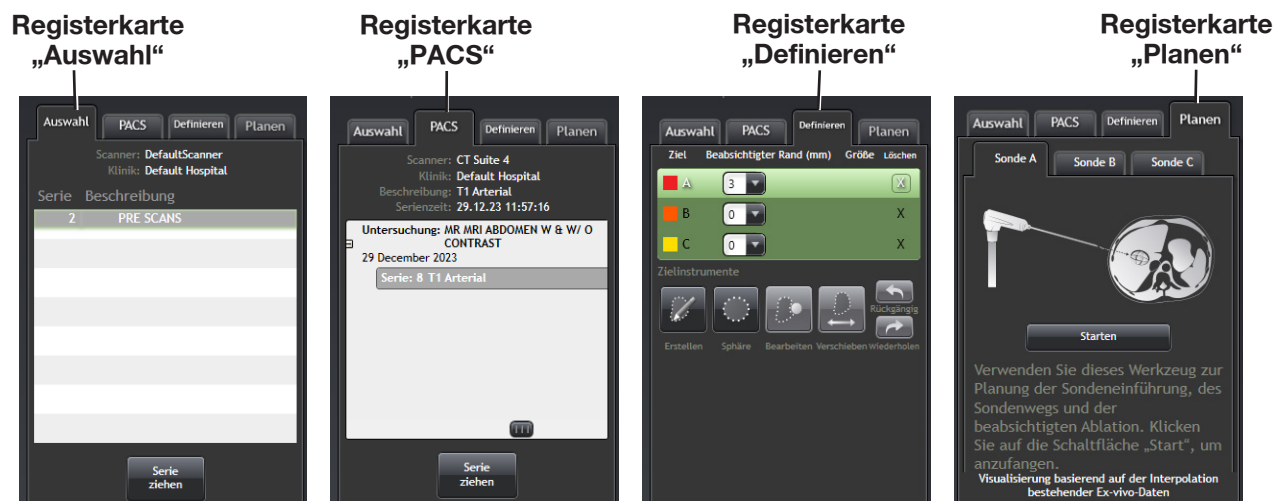

Abbildung 3-7: Registerkarten unter dem Schritt „Ziele definieren“.
In Abbildung 3-7 sind Screenshots der 4 Registerkarten unter dem Schritt **Ziele definieren** abgebildet. Eine ähnliche Registerkartenstruktur findet sich unter den Schritten **Sonde(n) beurteilen** und **Behandlung bewerten**. Für den Schritt **Ziele definieren** umfassen diese 4 Registerkarten Tools, die es dem Benutzer ermöglichen, CT-Bildserien auszuwählen und herunterzuladen (Registerkarte **Auswahl** und **PACS**), Zielläsionen zu definieren (Registerkarte **Definieren**) und Ablationen zu planen (Registerkarte **Planen**) (siehe detaillierte Beschreibung im Abschnitt *SCHRITT Ziele definieren* unten).
- b. Im Menü **Schritte** werden die wichtigsten Bildschirme der ABLATE-IQ Software angezeigt (Scanner auswählen, PACS-Bilder, Sonde(n) beurteilen, Behandlung bewerten und Bericht erstellen (Abbildung 3-7).